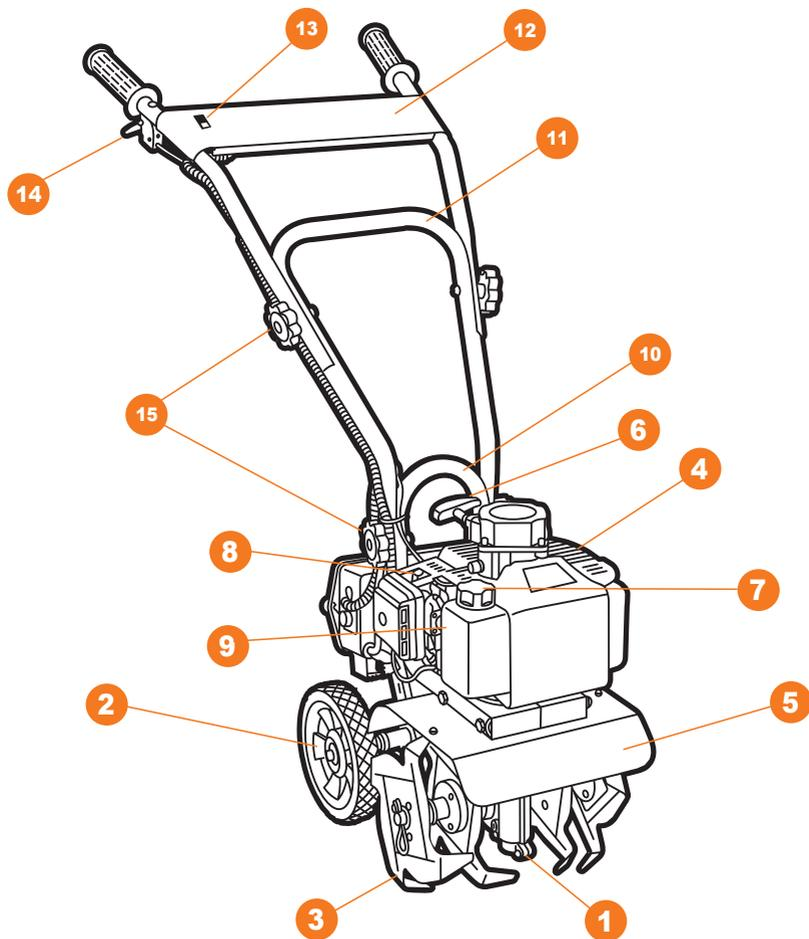

Рис. 1
- Прокачайте 4-5 раз ручным топливным насосом (праймером)  (Рис.1) топливо в карбюратор, до его заполнения и переведите рычаг воздушной заслонки в положение «**ЗАКРЫТО**»